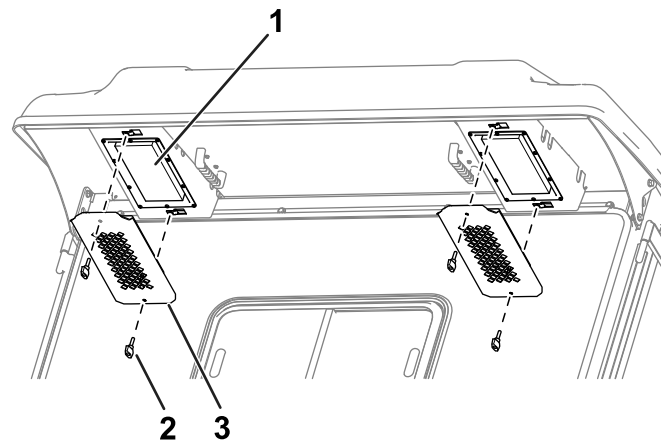

Figura 87
4. Utilice los pomos y las rejillas para instalar los filtros en la cabina (Figura 87).
1. Retire los pomos y las rejillas del voladizo trasero de la cabina (Figura 87).